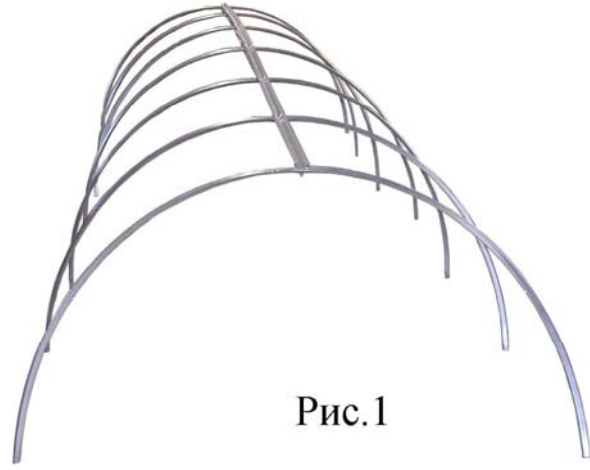

Рис.1
1. Выполняйте сборку в соответствии с фотографиями этапов сборки и узлов, представленными на рис.1...7. Для исключения возможных остаточных деформаций на промежуточных этапах сборки рекомендуется использовать подставки, например, стулья.